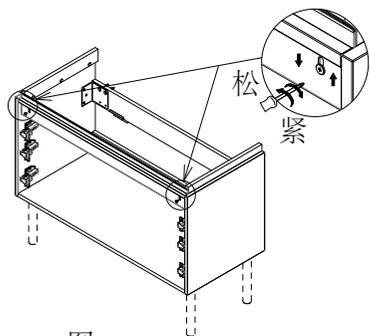

图14
- ①如图14所示,用螺丝刀拧松幕板螺丝可向上调节幕板的高度。